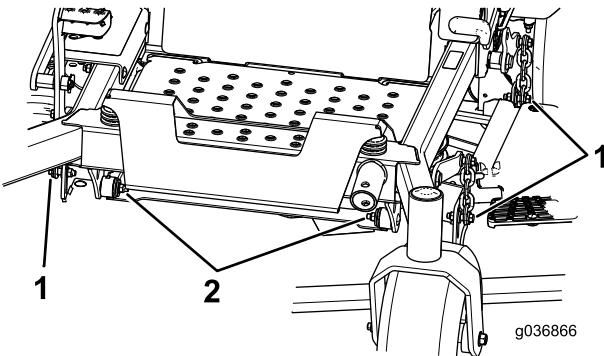

Figura 81
7. Retire e guarde os parafusos e porcas em ambos os lados da máquina (Figura 81).